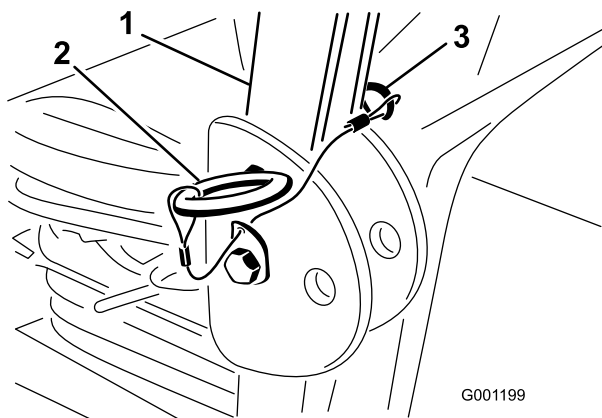

Figure 16
2. Relevez l'arceau de sécurité et retirez les goupilles fendues ainsi que les 2 axes (Figure 16).